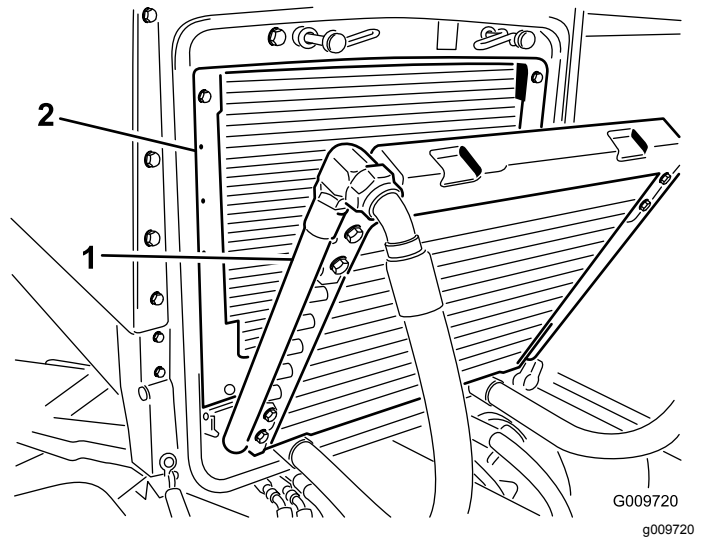

Figura 57
4. Limpie a fondo ambos lados del enfriador de aceite y la zona del radiador (Figura 57) con aire comprimido.